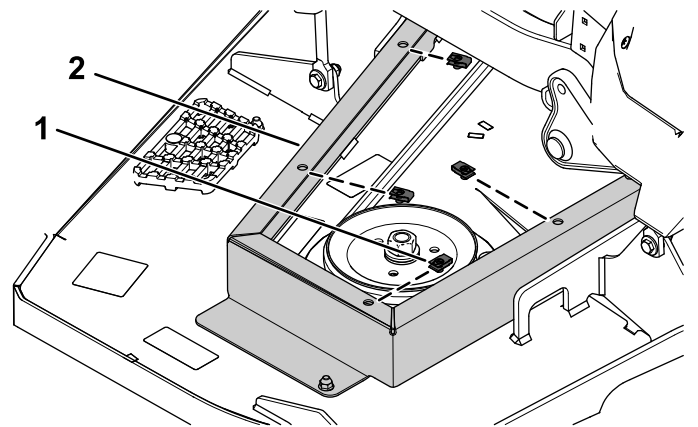

Figura 8
3. Installate le 4 clip sulla protezione del montante delle puleggia sinistra (Figura 8).